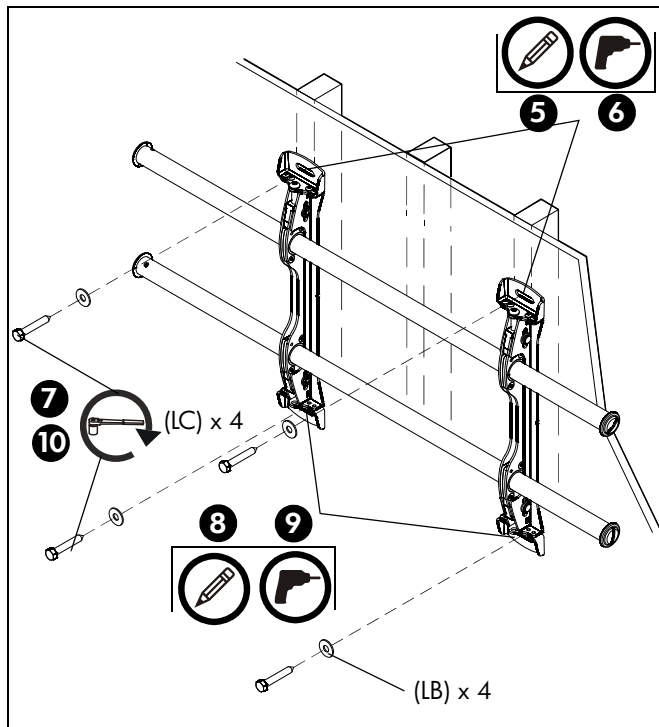

рис. 2
5. При помощи уровня сделайте на стене отметки на каждой из стоек каркаса там, где будут расположены верхние монтажные отверстия. (См. рис. 2)
7. С помощью двух 5/16 x 2-1/2" болтов (LC) и двух 5/16" плоских шайб (LB) прикрепите верхнюю часть кронштейна к стене. (См. рис. 2)
8. Отметьте точки размещения нижних монтажных отверстий и убедитесь в том, что эти точки расположены на стойках каркаса. (См. рис. 2)
9. Просверлите направляющие отверстия диаметром  $7/32''$  в местах, отмеченных для нижних монтажных отверстий. (См. рис. 2)
10. С помощью двух болтов  $5/16 \times 2-1/2''$  (LC) и двух плоских шайб  $5/16''$  (LB) прикрепите крепление через нижние монтажные отверстия. (См. рис. 2)